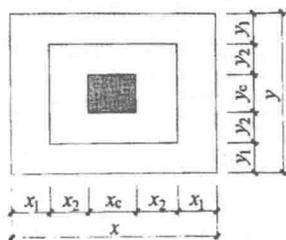
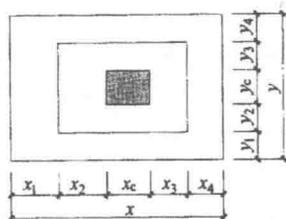

图 1-9 对称阶形截面普通独立基础原位标注
图 1-10 非对称阶形截面普通独立基础原位标注
① 阶形截面。对称阶形截面普通独立基础原位标注图，如图 1-9 所示。非对称阶形截面普通独立基础原位标注图，如图 1-10 所示。